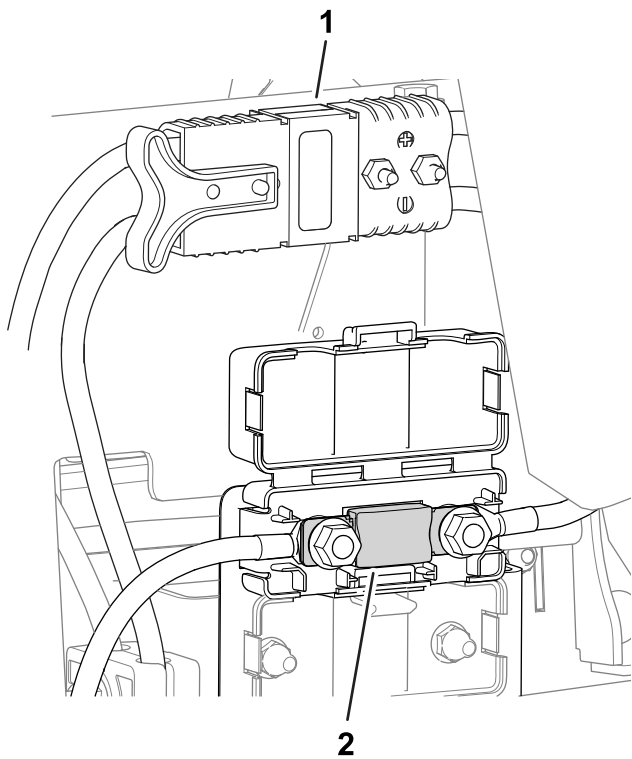

Figura 49
- O fusível do sistema elétrico encontra-se por baixo dos conectores de alimentação (Figura 49).